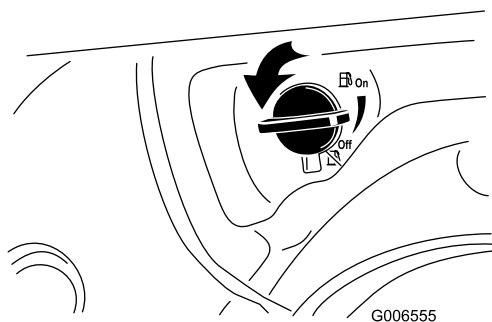

Figura21
2. Rotiți ventilul de închidere a combustibilului cu o pătrime (1/4) în sens invers acelor de ceasornic pentru a-l deschide (Figura21).